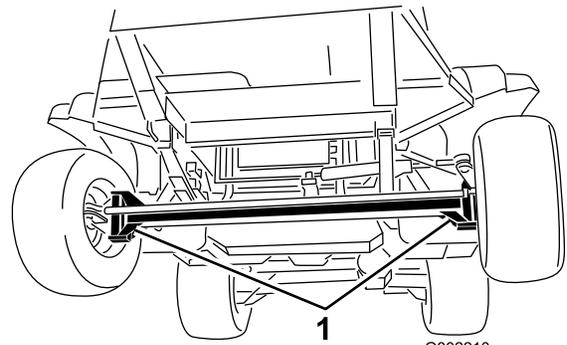
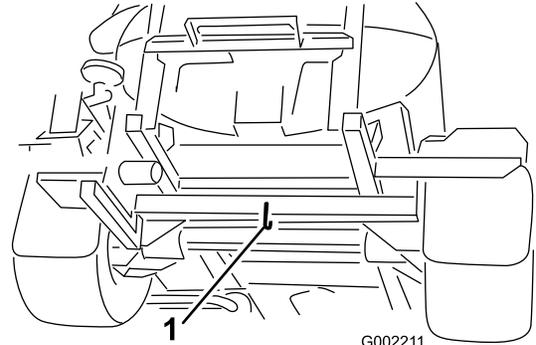

**Figura 28**
**Figura 29**
2. Conecte un cable de remolque al bastidor. Consulte los puntos de remolcado delanteros y traseros en Figura 28 y Figura 29.